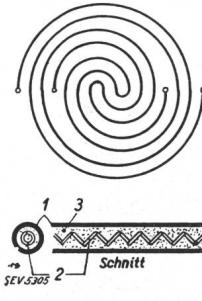

Fig. 46.
1. Der elektrische Kochherd. Die bei uns übliche Konstruktion der Kochplatte hat sich drüben noch nicht durchgesetzt. Aber die früher üblichen offenen Spiralen sind grösstenteils verschwunden. Die verbreitetste Konstruktion (Fig. 46) besteht aus zwei